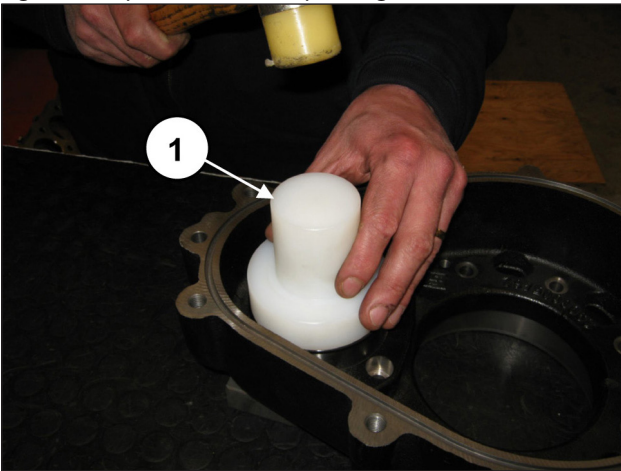
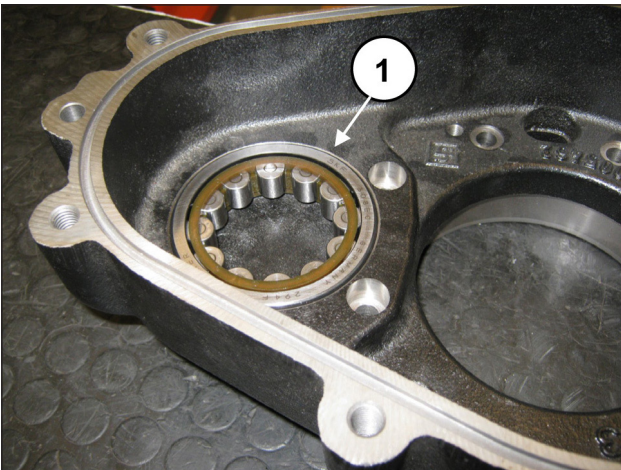

Fig. 51
Fig. 52
Prémonter la bague externe du coussinet du pignon sur le boîtier du réducteur à l'aide de l'outil réf. 27604900 (rep. ①, Fig. 51) et le pousser à fond (rep. ①, Fig. 52).